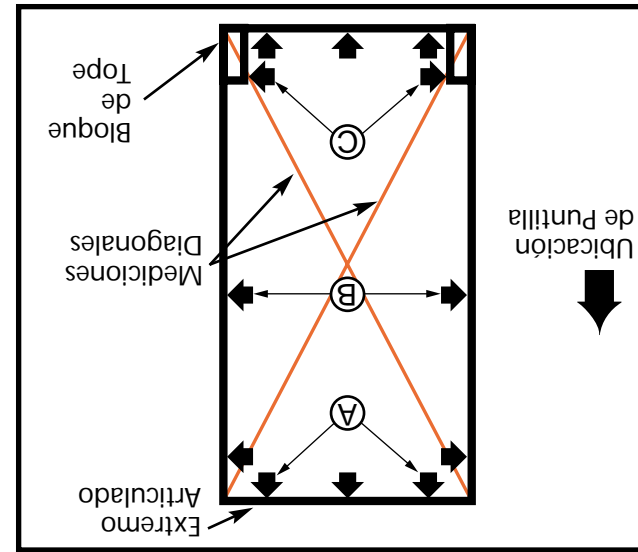

Figura 22
PASO 2. Pre-taladre utilizando una broca de 1/8" todas de las ubicaciones de puntilla mostradas con flechas en la Figura 22. No taladre dentro de las vigas o los travesaños. Clave la escalera de acceso al marco siguiendo estas instrucciones.
- Clave diez puntijas 16d, verificando los ángulos rectos y re-aplicando cuñas según sea necesario, según se muestra en la Figura 22. Las puntijas en los lugares marcados "B" deben atravesar el orificio en cada uno de los soportes metálicos. Empuje hacia arriba la escalera desde abajo hasta descubrir el orificio en el soporte, luego clave la puntilla a través del orificio. Los lugares marcados "C" indican que debe clavarse una puntilla a través de cada "bloque de tope" de madera.